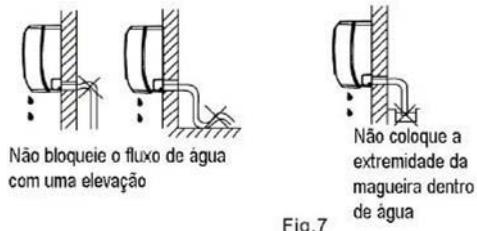

Fig. 7
1. Encaminhe a mangueira de drenagem inclinada para baixo. Não instale a mangueira conforme indicado na Fig.7.